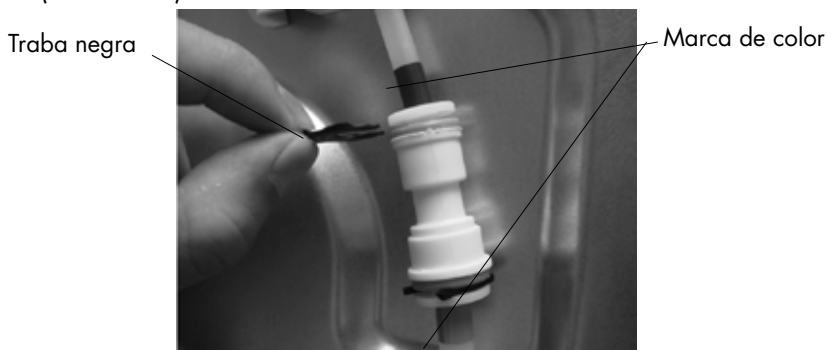

Ilustración 1
- 2) Desconecte la línea de agua de plástico del conector en el panel trasero quitando primero el clip de trabado negro en el extremo del conector. (Ilustración 1)
- 1) Reinstale la tubería del costado del gabinete (línea de agua A, ilustración 3) al conector empujando firmemente la cañería en la unión al máximo posible. Siga la marca de color en el tubo (como se ve en la ilustración 1). No presione el extremo de la unión cuando inserte el tubo. Reemplace el clip de cierre negro.